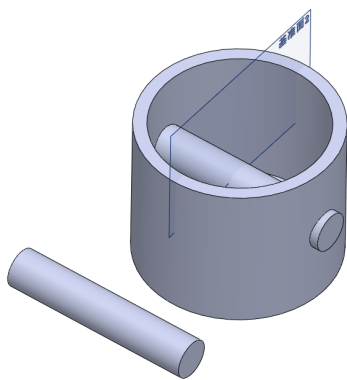

图 10-22 插入零部件
(2) 单击【插入零部件】按钮, 在绘图区合适位置处, 插入相应的零部件对象, 如图 10-22 所示。
(3) 单击【配合】按钮, 弹出【配合】属性管理器, 单击【高级配合】选项区中的【对称】按钮, 依次选择两个圆柱实体和基准面对